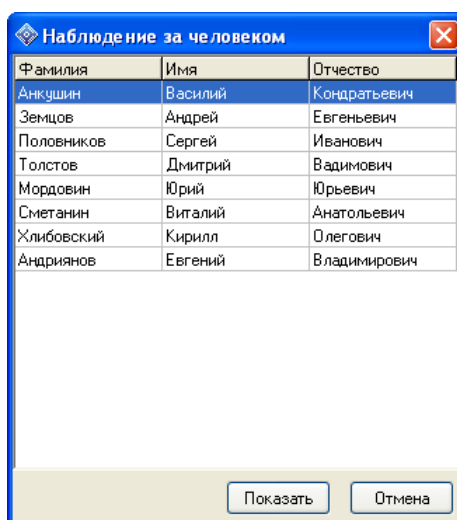

Рисунок 8 – Окно выбора человека
- выбрать в меню “Сервис > Наблюдение” или нажать кнопку  на панели инструментов. При этом появляется окно (рисунок 8) со списком людей, находящихся в шахте. В этом окне необходимо выделить строку с фамилией человека, местоположение